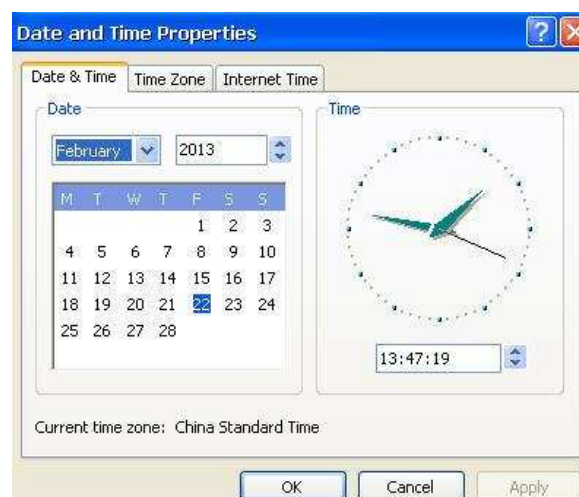

Fig.5-5 Tela de configuração de Data e Hora
- k) **Data e Hora:** Defina a data e a hora atuais no formato definido pelo sistema. Clique em **Date Time** para que a tela de configuração **Data e hora Propriedades**, veja a Fig 5-5.